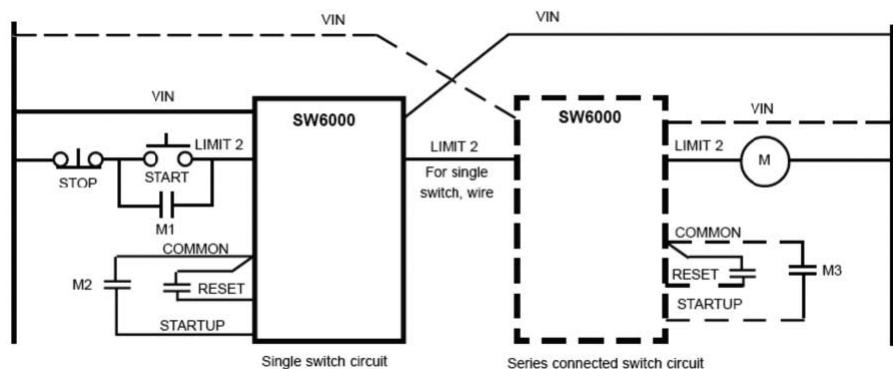

图4: 两个SW6000并联
双向可控硅（Triac）输出端彼此之间、与电源以及内部电路之间均采用光电隔离。这些是具有高抗电瞬变干扰能力的中功率器件。如果需要，每个双向可控硅均可由与主电源不同的交流电压源供电。双向可控硅可以与其他装置的双向可控硅串联连接（见图 4）。两个开关并联连接会使双向可控硅的维持（最小负载）电流要求加倍。
a) 请确保连接到端子排的所有接线正确无误，端子螺丝已拧紧，且端子排电源（Vin）端子上存在正确的电压。直流电压极性不限。具体细节请参考图 4 和第 2 页的产品标识。如果已接通电源，LCD 显示屏（如有）应处于工作状态，且电流输出应在 4.0 至 20.0 mA 之间。